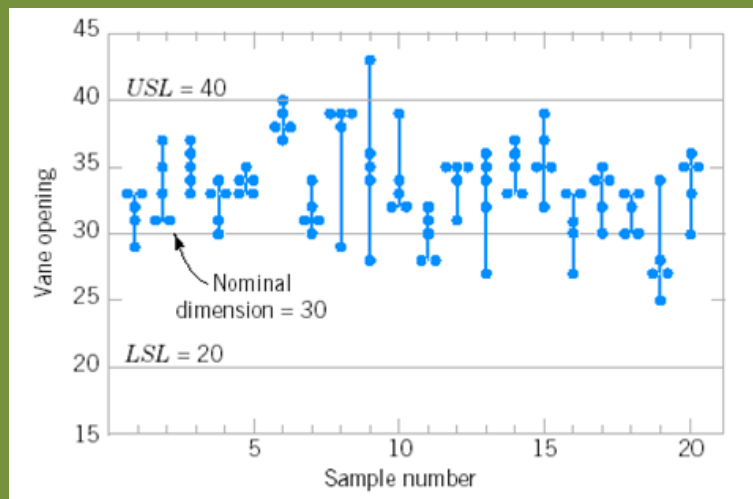

Figura 6.8: *Diagrama de tolerancia* de la apertura de las paletas.
- El *gráfico de tolerancia*, donde representamos cada muestra en un eje vertical (ver Figura 6.8).